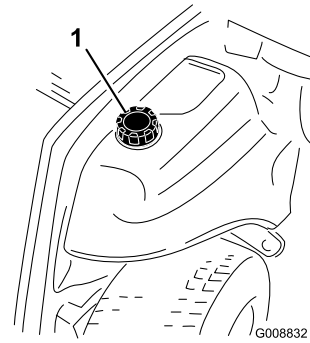

Figure 20
3. Retirez le bouchon du réservoir de carburant (Figure 20).